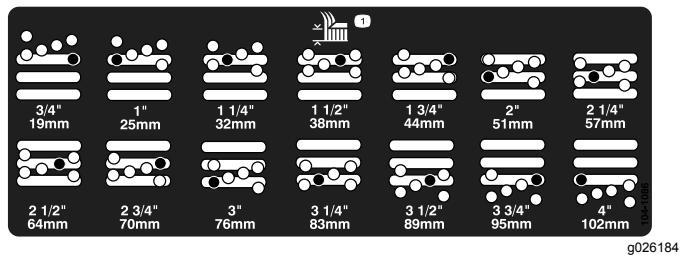

Figura 16
5. Mueva la cámara a la altura deseada e instale el espaciador en el taladro y la ranura de altura de corte deseados (Figura 16)